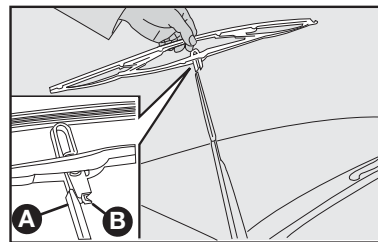

fig. 28
### Substituição das palhetas do limpador do para-brisa - fig. 28
- 2) Tirar a palheta apertando a trava B-fig. 28 na haste A e simultaneamente empurrando-a para baixo, a seguir, desengatar a palheta da haste A;